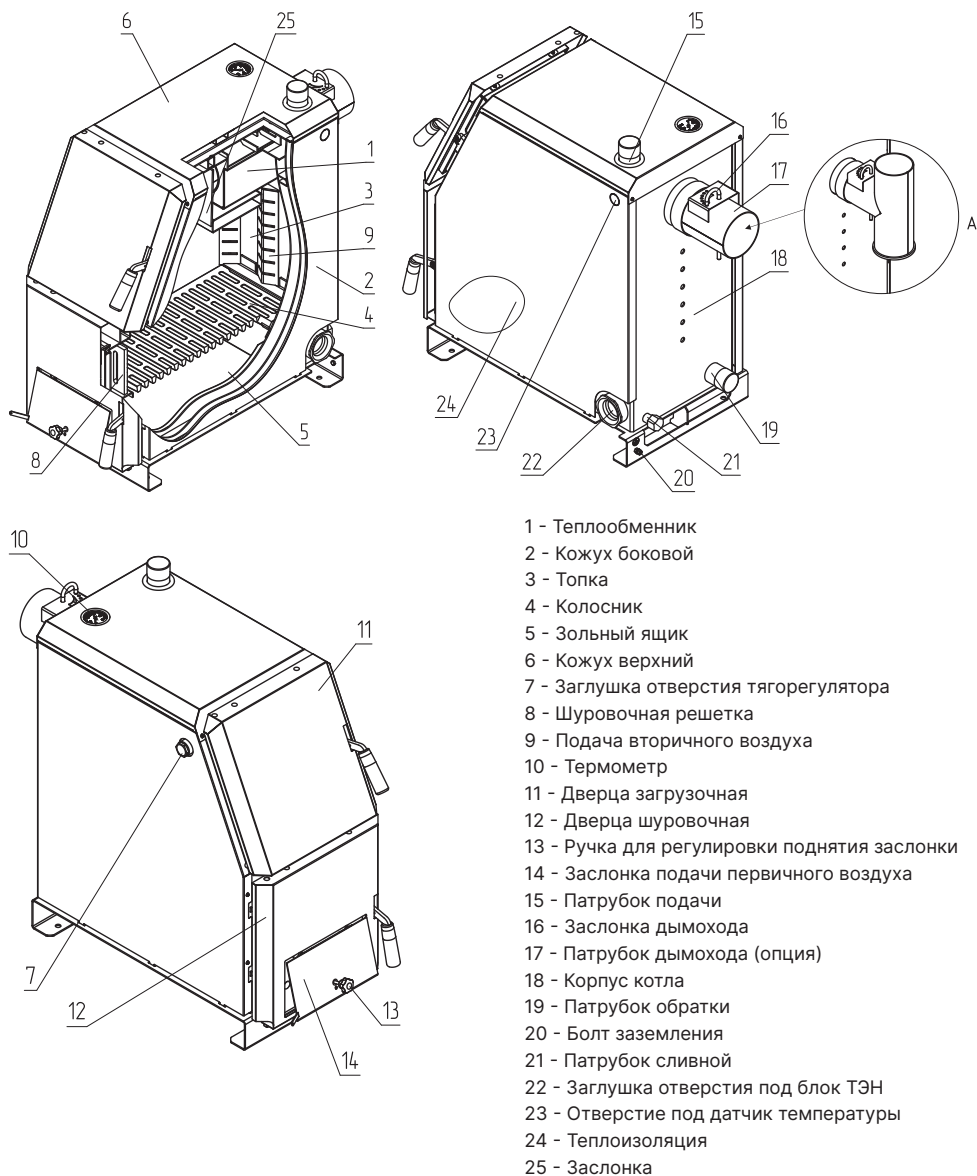

Рис.1 Устройство котла ZOTA Forest
- Зольного ящика (**Рис.1, поз.5**);
- Заслонки (**Рис.1, поз.25**);
- Шуровочной решетки (**Рис.1, поз.8**);
- Установка блоков ТЭН происходит в нижней части котла вместо заглушки (**Рис.1, поз.22**);
- Датчик температуры панели управления устанавливается в гнездо (**Рис.1, поз.23**) на боковой стенке котла.